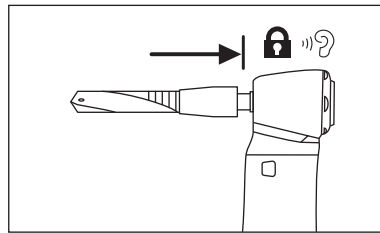

図5
- さらに強くバー、またはドリルを押すと、カチッという音と共にロックされます。（図5）